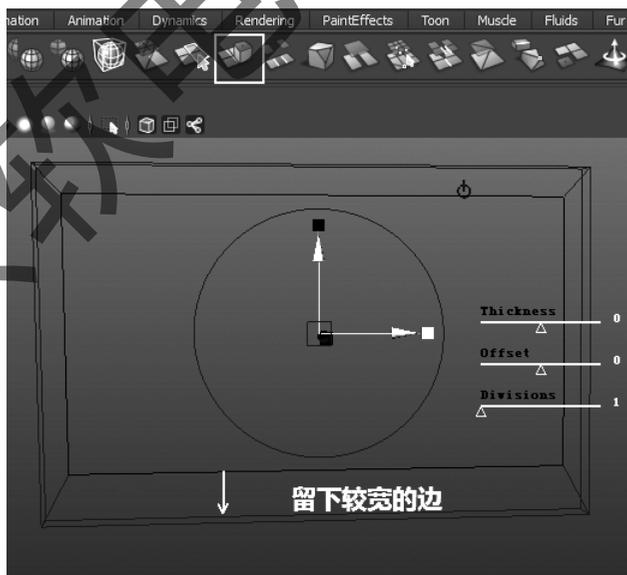

图 4-24 挤压面
Step 3: 进入面选择状态(按键 F11)选择正前面的面, 利用挤出面工具对面进行调整。如图 4-24 所示。在这里需要在下边的边留下一个较宽的面, 因为这个地方需要做按钮的部分。